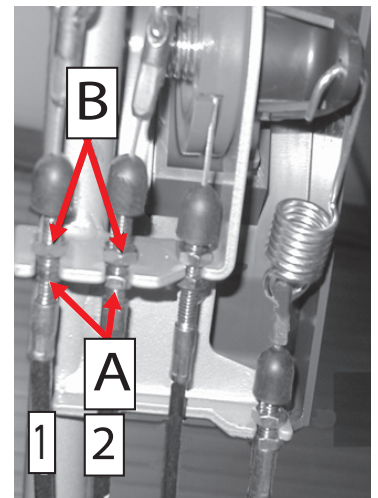
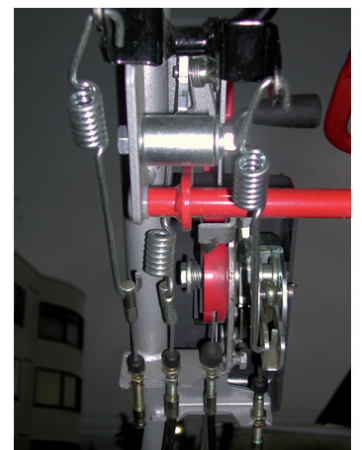

Bild 17-1
Bild 17-2
- Lösen Sie die Mutter des Bowdenzuges Nummer 2 Bild 17-1 und drehen Sie die Mutter B fester (die Spannung des Bowdenzuges wird erhöht). Ziehen Sie die Mutter A wieder an.
Getriebe Einstellung Bild 17-1 und Bild 17-2
- Lösen Sie die Mutter des Bowdenzuges Nummer 1 Bild 17-1 und drehen Sie die Mutter B fester (die Spannung des Bowdenzuges wird erhöht). Ziehen Sie die Mutter A wieder an.